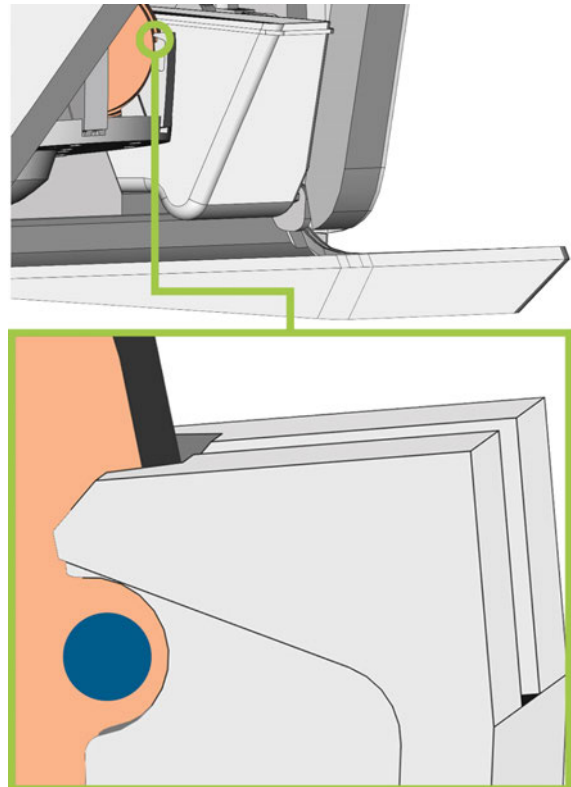

FIG. 53 – LA MARCA PARA LA NUEVA FIJACIÓN (CÍRCULO AZUL) SE ENCUENTRA EN EL ORIFICIO DE LA PALANCA DE SUJECIÓN
10. Discos: si el disco ha sido marcado para una nueva fijación, gire el disco ligeramente hasta que la marca se sitúe en el orificio correspondiente de la palanca de sujeción (↻ Fig. 53 – abajo).